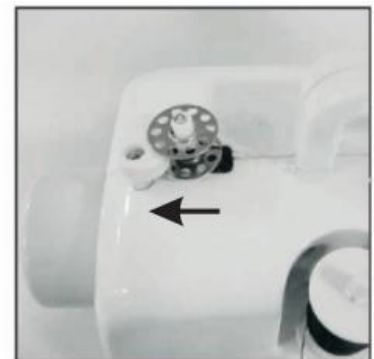

Fig.13
3. Setzen Sie eine Spindel auf den Spindeldorn und beginnen Sie, sie einige Male von Hand aus im Uhrzeigersinn zu drehen. (Abbildung 13)